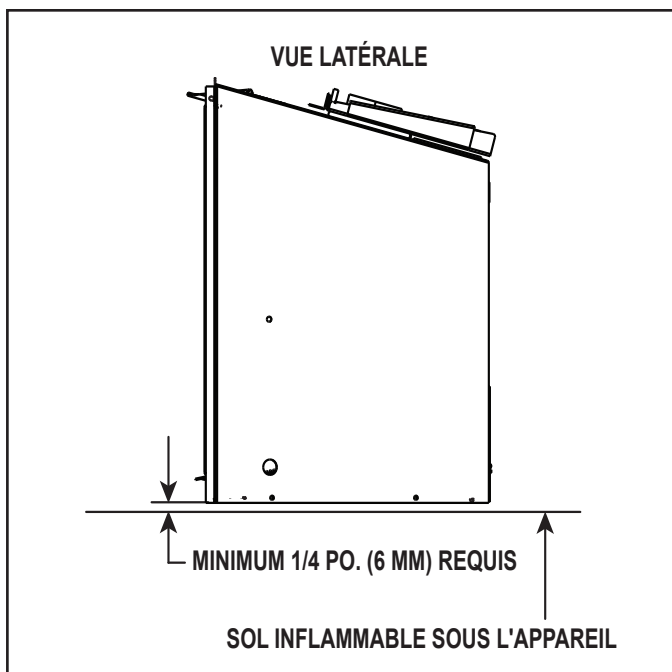

Figure 3.6 Dégagement pour le plancher de combustible solide
- Un espace minimal de 6,35 mm (1/4 po) entre le bas de l'appareil et le sol métallique de la boîte à feu pour combustible solide est **RECOMMANDÉ**. Voir la vue de côté à la Figure 3.6.